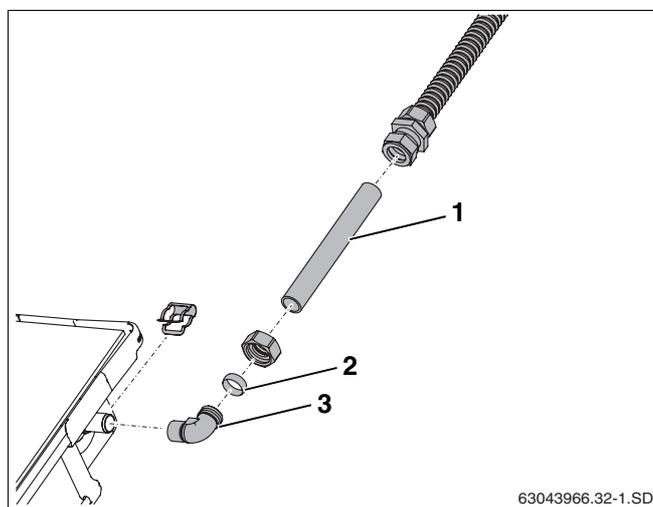

Рис. 61 Удлинение соединительной трубы
- Установить зажимное кольцо (рис. 61, **поз. 2**) и накидную гайку на уголок (рис. 61, **поз. 3**).
- Вставить укороченную до требуемой длины трубу (18 мм, рис. 61, **поз. 1**) в резьбовые соединения с зажимным кольцом.